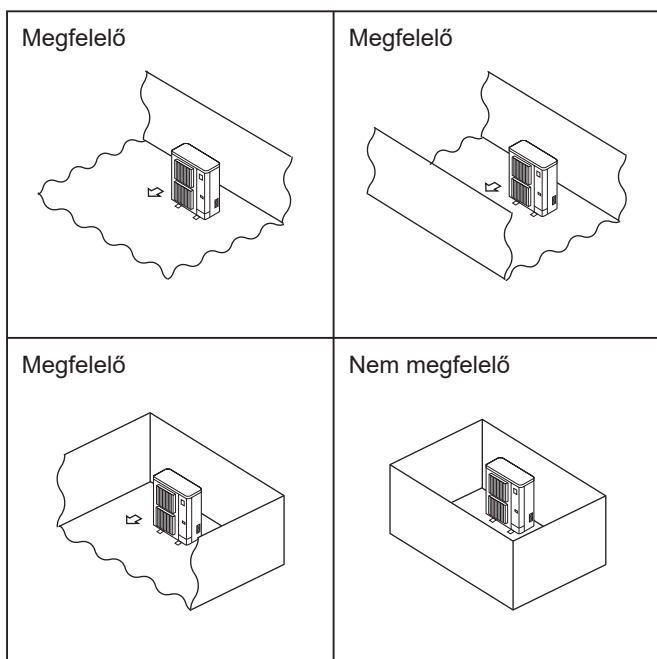

Fig. 2-1
- ⊙ A kültéri egységeket olyan helyre kell felszerelni, ahol legalább a négy oldal egyike nyitott, és kellően nagy, bemélyedések nélküli tér áll rendelkezésre. (Fig. 2-1)